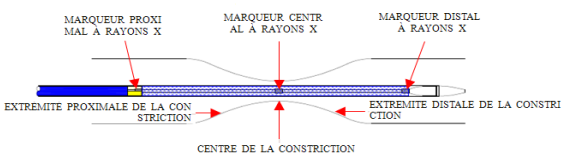

Figure 4
- Vérifiez le positionnement au cours du déploiement de l'endoprothèse (point de non retour au niveau du marqueur central radio-opaque) et continuez à tirer sur le connecteur Y jusqu'à ce que l'endoprothèse soit entièrement déployée. (Voir figure 4, 5)
- Vérifiez le positionnement au cours du déploiement de l'endoprothèse (point de non retour au niveau du marqueur central radio-opaque) et continuez à tirer sur le connecteur Y jusqu'à ce que l'endoprothèse soit entièrement déployée. (Voir figure 4, 6)